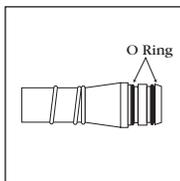

Ilustración 5
- **Solución:** Retire el tubo de descarga y limpie los residuos. Como repuesto, siempre utilice un juego nuevo de tubos de descarga y/o empaquetaduras en O aprobados por el fabricante. (Vea la ilustración 5)
- ✓ Controle las juntas tóricas del tubo de descarga para asegurarse de que no falten ni estén cortadas. (Vea la ilustración 5)